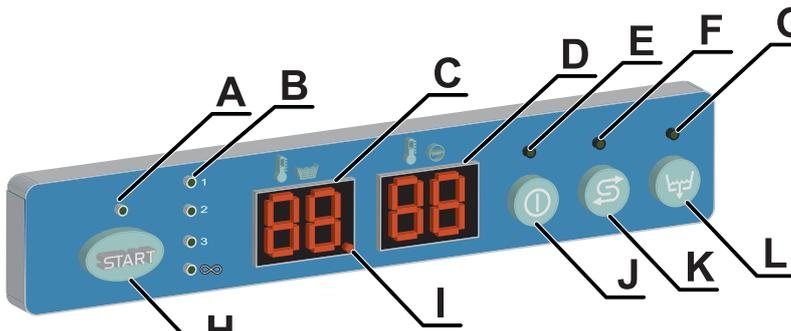

Abb. 1
Die Taste **J** gedrückt halten (siehe Abb. 1).
- Zur Auswahl des Spülprogramms (1, 2, 3, ∞) die Taste **H** gedrückt halten (siehe Abb. 1). Das Display zeigt nacheinander die verfügbaren Programme. Sobald das geeignetste Programm erscheint, die Taste loslassen. Das grüne LED **B** schaltet sich in Übereinstimmung mit dem ausgewählten Zyklus (1, 2, 3, ∞) ein.
• Den Zyklus durch Drücken der Taste **H** für max. 1 Sek. (siehe Abb. 1). Der Zyklusstart wird durch das Blinken des LED des ausgewählten Zyklus signalisiert. Nach Zyklusende leuchtet das LED wieder stetig und der Schriftzug **END** erscheint auf dem Display.
Anm.: Die Maschine akzeptiert keine anderen Zyklen bis die Tür nicht geöffnet oder zwei Mal die Taste **H** gedrückt wird (siehe Abb. 1).